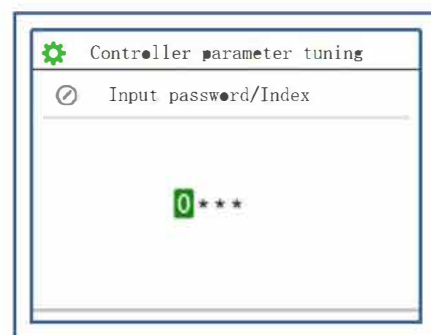

рис. 2
3) Нажмите кнопку,  переводящую настройку параметра на ввод пароля, как показано на рис. 2;